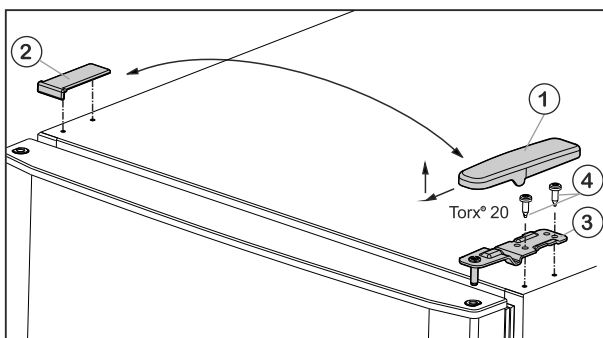

Fig. 5
- ▶ Enlever le cache Fig. 5 (1) vers l'avant et vers le haut.
- ▶ Retirer le cache Fig. 5 (2).
- ▶ Dévisser le support d'appui supérieur Fig. 5 (3) (2 Torx® 20) Fig. 5 (4) et retirer vers le haut.
- ▶ Placer le support d'appui supérieur Fig. 5 (3) sur le nouveau côté charnière de porte.
- ▶ Revisser le support de palier **(en appliquant un couple de 4 Nm)** (2 Torx® 20) Fig. 5 (4). Utiliser au besoin une visseuse sans fil.
- ▶ Remettre en place l'habillage Fig. 5 (1) du côté opposé depuis l'extérieur et l'enclencher.
- ▶ Remettre en place l'habillage Fig. 5 (2) du côté opposé depuis le dessus et l'enclencher.